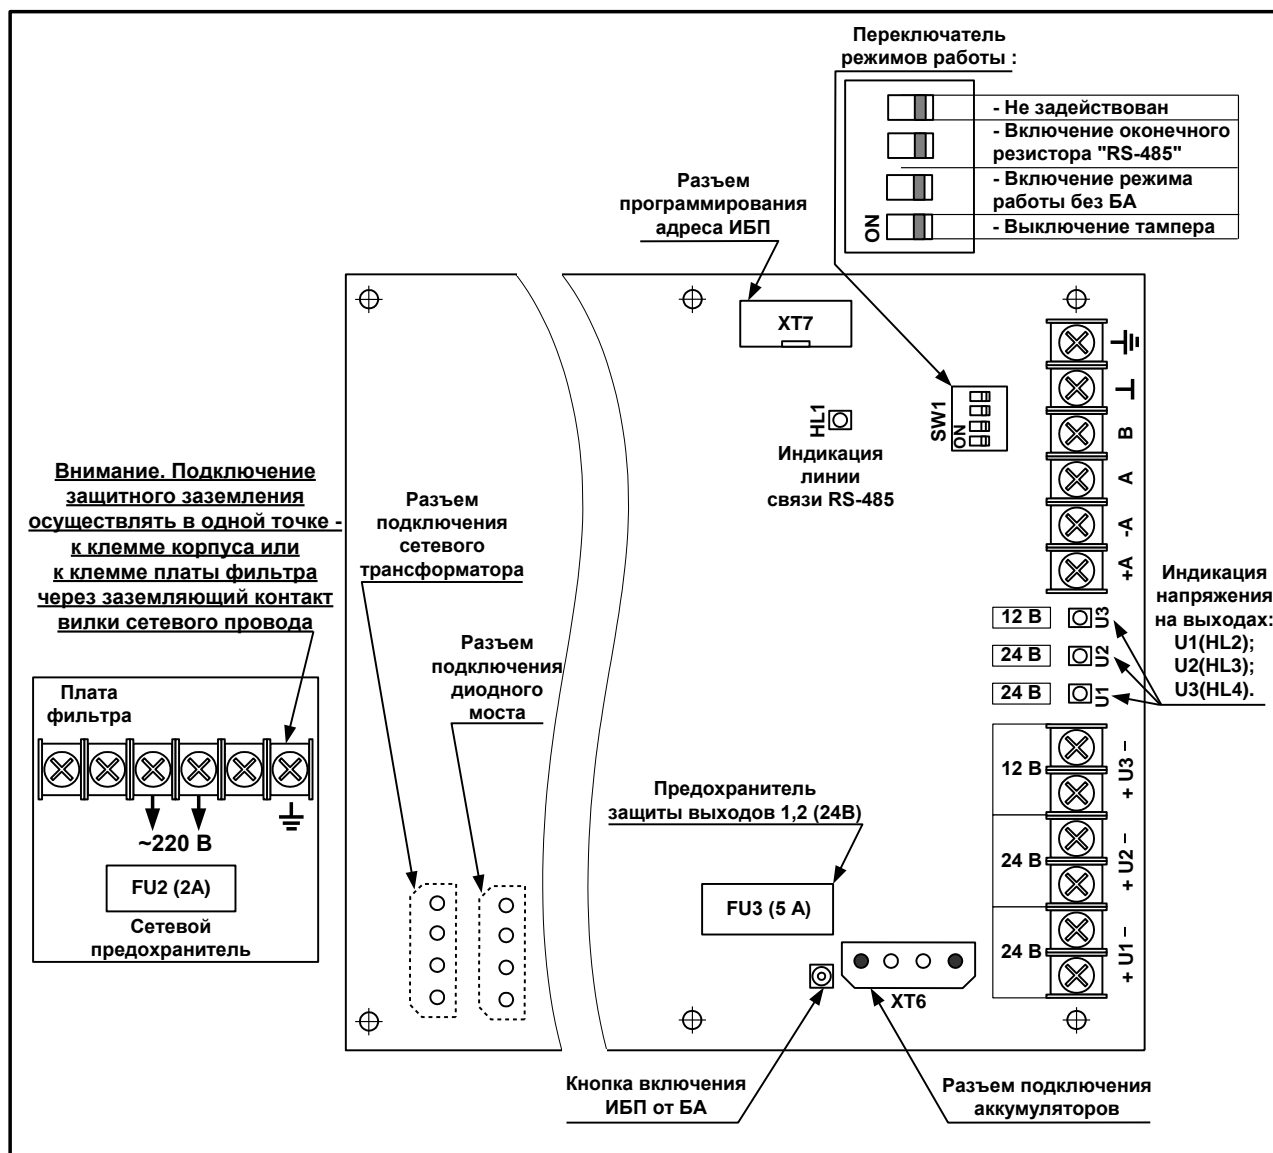

Рис. 4 Расположение элементов на платах ИБП
Провода подключаются к клеммам присоединительной колодки в соответствии со схемой подключения (рис. 4,5).
5.5.1. На плате ИБП установлен переключатель режимов работы SW1, включение любого из которых происходит переводом его в положение «ON»(см. Рис. 4); разъем для программирования адреса ИБП и индикатор работы линии RS-485.
7.6. При работе ИБП без БА обязательно перевести ИБП в режим работы без БА (перевести соответствующий переключатель SW1 в положение «ON», см Рис. 4).